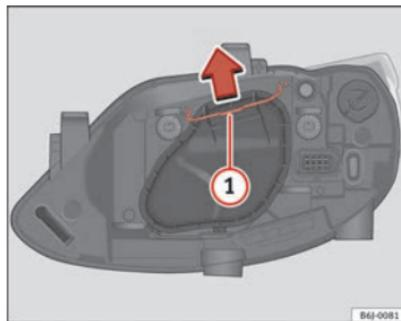

Abb. 147 Abblend-/
- Verschieben Sie die Strebe ⇒ Abb. 147 1 in Pfeilrichtung und nehmen Sie den Deckel ab. ▶
- Verschieben Sie die Strebe ⇒ Abb. 147 ① in Pfeilrichtung und nehmen Sie den Deckel ab.